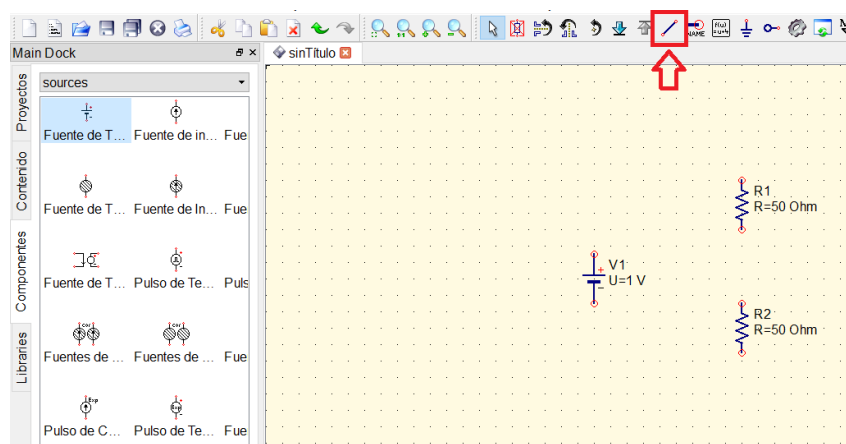

Figura 5: Icono para cablear en Qucs
- Utilizando el icono de cablear (marcado en rojo en la Figura 5)